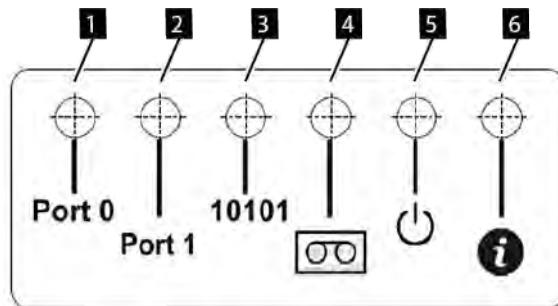

Figura 65. Indicadores de la guía de unidad
3. En la parte posterior de cada unidad de cinta. Consulte Figura 65 en la página 104 y Tabla 43 en la página 104.